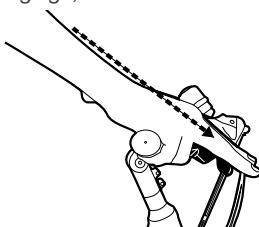

Figure 10. Levier de frein aligné avec l'avant-bras
1. Pour assurer la bonne position du levier, desserrez la / les vis de fixation de la poignée de frein, puis ajustez l'angle pour qu'il soit dans le prolongement de vos avant-bras lorsque vous êtes en position de pilotage (*Figure 10*).